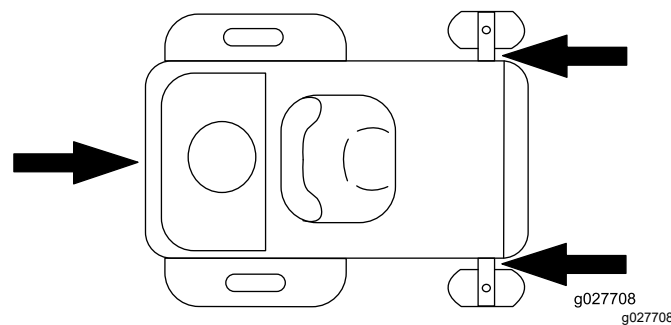

Figura 41
6. Legați maina de lângă roile pivotante față, folosind curele, lanuri, cablu sau frânghii (Figura 41). Consultați prevederile locale referitoare la fixare.